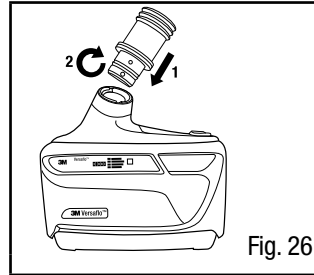

Fig. 26
1. Conecte el extremo del tubo de respiración principal serie BT-60 a la salida del 3M™ ventilador motorizado mediante la alineación de los dos pasadores de metal en el tubo de respiración con las ranuras en la parte superior del ventilador y la inserción del conector hasta que no pueda insertarse más; luego, gire un cuarto de vuelta en el sentido de las agujas del reloj hasta que encuentre el tope interno (Fig. 26).